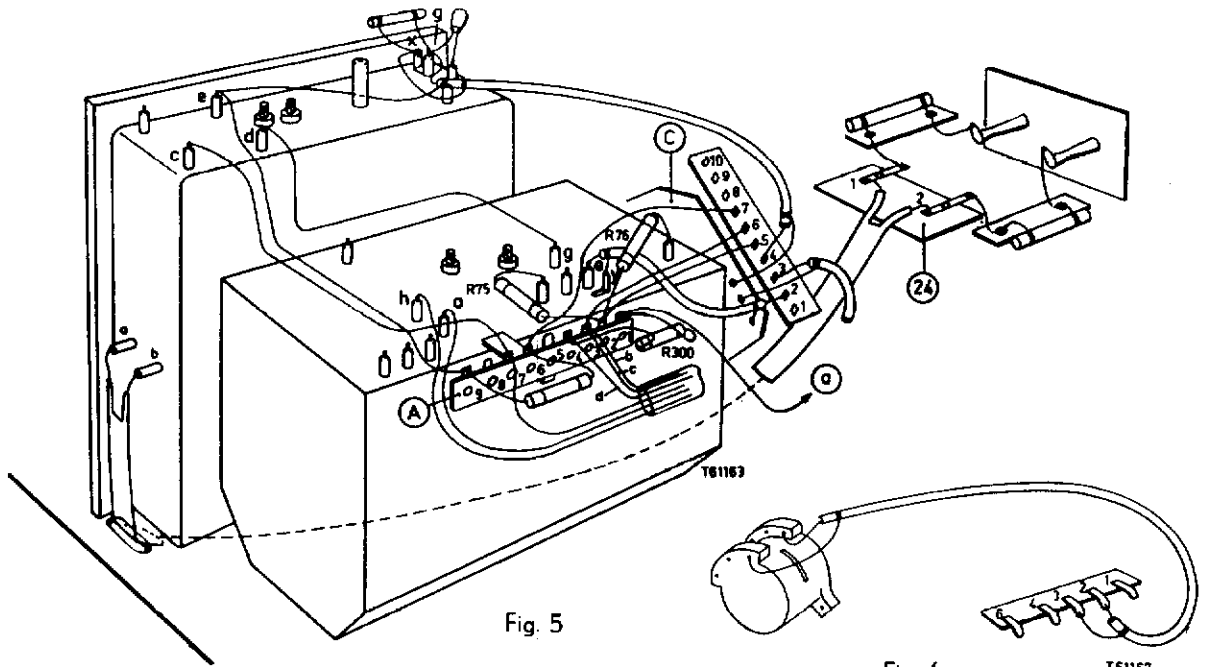

Fig. 5
11. Monteer de UHF-antenneplaat (23) en de draadsteun (24) met 3 schroeven (25) van 3 x 5 mm. fig. 1 en verbind de lintkabel aan de punten -a- en -b- van de UHF-kanalenkiezer met de lippen 1 en 2 van de draadsteun (24) fig. 5.
12. Vervang de draadsteun A met 7 lippen door de draadsteun met 9 lippen fig. 5.
16. Breng de volgende elektrische verbindingen tot stand, fig. 5.
17. Verwijder de MF-kabel van punt -e- en -y- (aarde) op de VHF-kanalenkiezer, kort deze kabel 7 cm in en verbind hem met punt 3 van de UHF-schakelaar en het afschermblikje C, fig. 5.